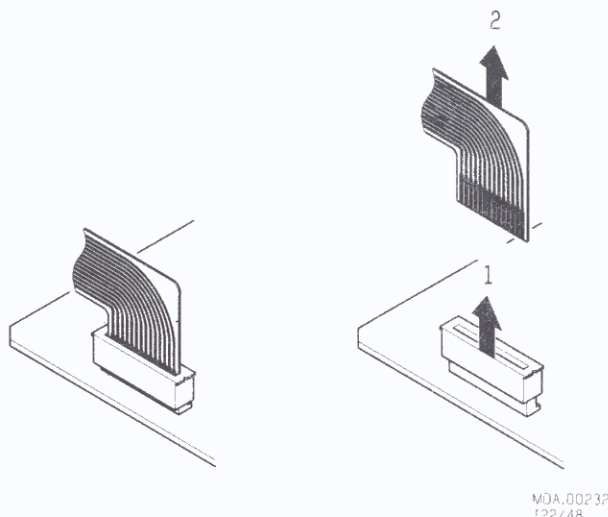

Fig. 2
- Neem de flexprint uit de connector op de print door het bovenste deel van de connector op te tillen en de flexprint eruit te nemen (zie Fig. 2)